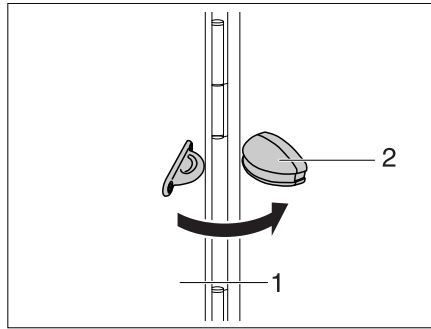

Fig. 52 Dispositif de fixation du portillon extérieur
- Ouvrir le portillon extérieur (Fig. 52,1) et le rabattre contre la paroi du véhicule.
- Presser le portillon extérieur dans le dispositif de fixation (Fig. 52,2).
- Tirer le portillon extérieur (Fig. 52,1) d'une traction puissante hors du dispositif de fixation (Fig. 52,2).